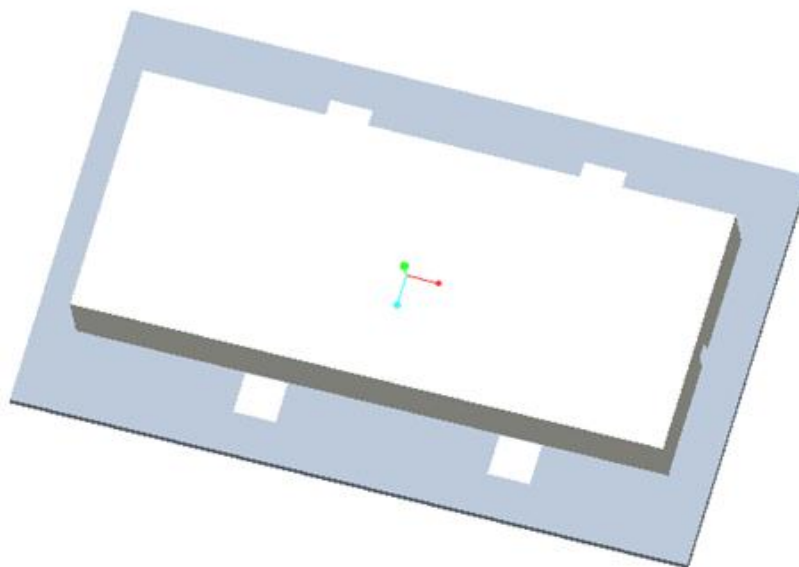

图 3.3.9 保护罩安装效果图
- 5、 如图 3.3.9 所示，将带“耳朵”的保护罩盖上，并在耳朵侧边进行焊接。